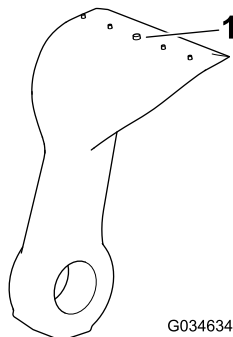

Figura 79
5. Inspeccione cada cuchilla en busca de desgaste excesivo usando la línea de desgaste (Figura 79). Si una cuchilla está desgastada hasta la línea de desgaste, cambie la cuchilla.